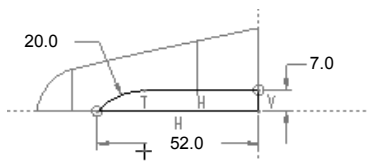

图 6.3.4 截面图形
Step5. 定义修剪曲面特征的截面要素：设置 TOP 基准平面为草绘平面，RIGHT 基准平面为参照平面，方向为左；特征截面如图 6.3.4 所示。